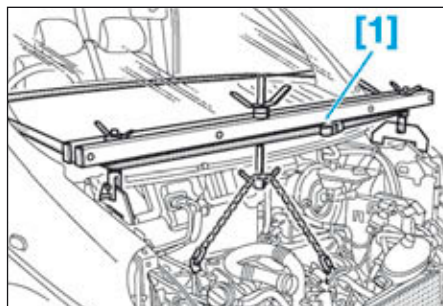

FIG.7
- Mettre en place le support d'ancrage moteur à réglages multiples, avec sangles de maintien [1] (Fig.7).